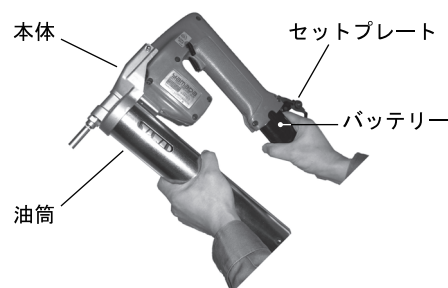

Fig.8
- 1) バッテリーを取出すときはセットプレート部を開き、バッテリーをしっかり保持して取出してください。(Fig.8)
- ①表示ライトが『緑』の点滅を繰り返します。
- ②バッテリーを充電器の⊕・⊖に合わせ挿入しますと、表示ライトが『赤』に点灯し充電を開始します。
- ③充電が完了すると表示ライトが『緑』の点灯に変わります。